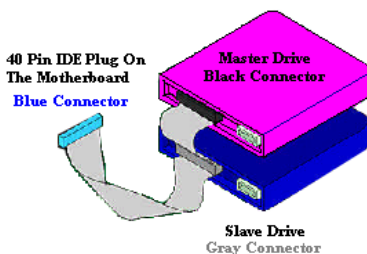

図 2-10. Ultra ATA/66 ケーブルの接続方法
- 黒いコネクタをマスターHDD のプラグに差し込みます。次にグレイのコネクタをスレーブドライブ(セカンダリ HDD、CD-ROM、テープドライブなど)のプラグに差し込みます。図 2-10 を参照してください。